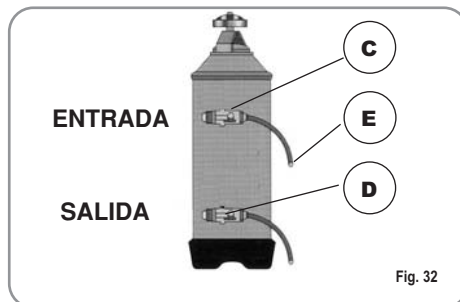

Fig. 32
1) Apagar la máquina y colocar un recipiente de al menos 5 litros de capacidad debajo del tubo E (Fig. 32).